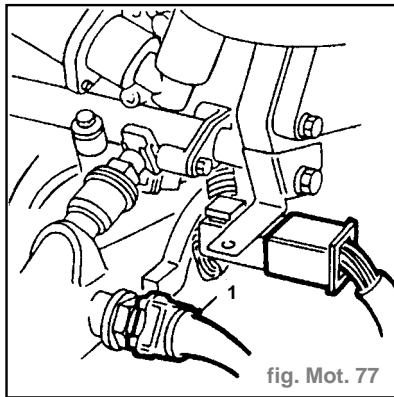

fig. Mot. 77
- Dégager la fiche multibroches du faisceau d'injecteur du support de fixation et la débrancher du faisceau moteur (2).
- Débrancher la fiche multibroches de la sonde IAT (1) (fig. Mot. 77).